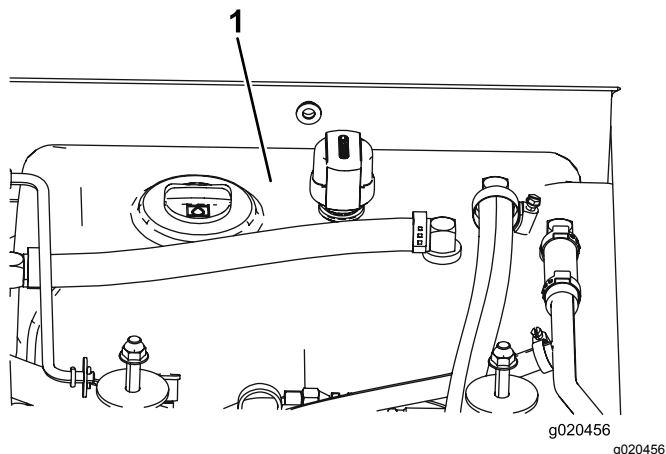

Рисунок 102
4. Залейте гидравлическую жидкость в бак (Рисунок 102); см. Проверка гидравлической жидкости (страница 80).